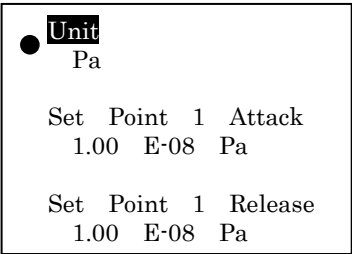

図 32 設定項目選択
- (4) 設定値の左端で “◀” キー（図 3－⑨）、又は設定値の右端で “▶” キー（図 3－⑩）を押すと、設定項目選択に戻り、設定項目左側の “→” 印が “●” 印に変わります。（「図 32 設定項目変更にもどる」参照）